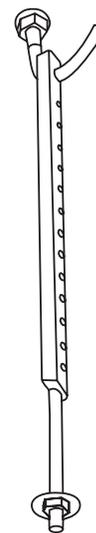

Fig. 4.4
- Instalati cele patru suruburi ale suspensiei (vezi fig. 4.4).